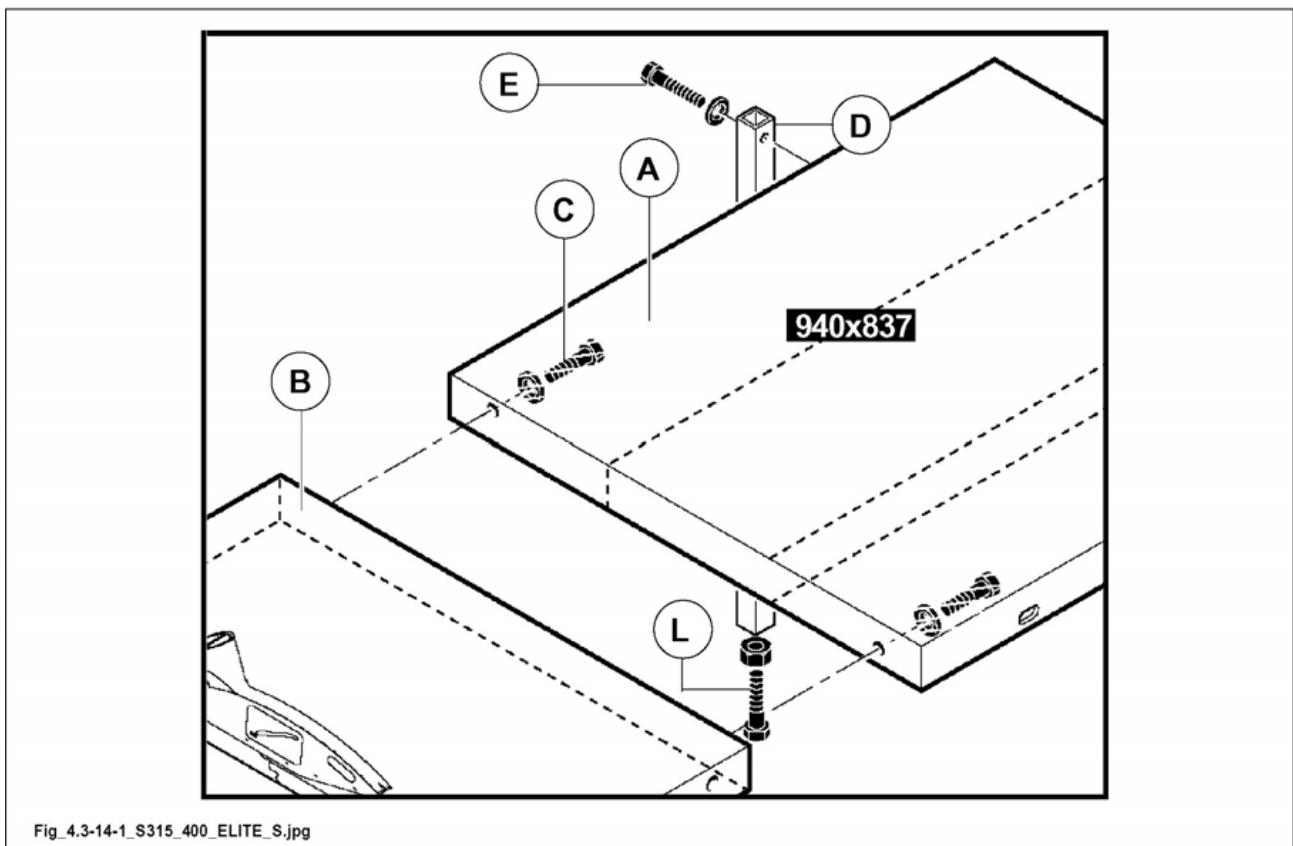

Abb. 4.3-14-1
- 3) Anhand der Schraube (L Abb. 4.3-14-1) nivellieren.